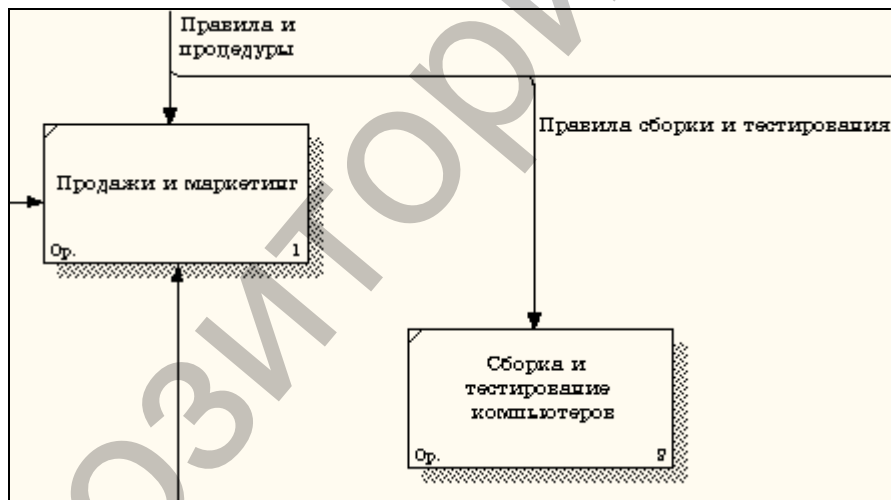

Рисунок 20
- 5 Правой кнопкой мыши щелкните по ветви стрелки управления работы «Сборка и тестирование компьютеров» и назовите ее в «Правила сборки и тестирования» (рисунок 20).